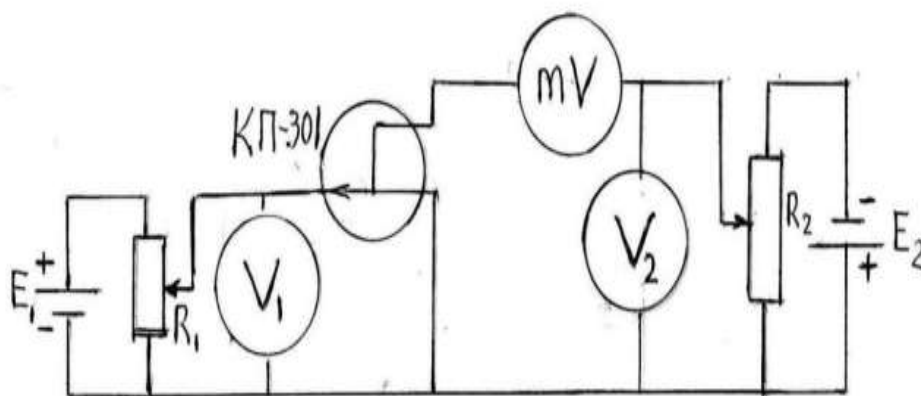

Рис. 3.3. Схема лабораторного устройства.
Для изучения характеристик транзистора необходим лабораторный стенд. Перед лабораторным стендом в разрезе нарисована электрическая схема, предназначенная для получения характеристик транзистора (Рис.3.3). В данной работе испытан n-канальный транзистор КП-301Л.
1. Получите базовую характеристику транзистора с помощью лабораторного стола. (Рис.3.3). Для этого подайте затвору напряжение 0-3 В с помощью R_1 резистора установлена на подставку. Потом, при изменению напряжения стока $U_{си}$ с помощью R_2 , запишите что показывают миллиамперметр и вольтметр